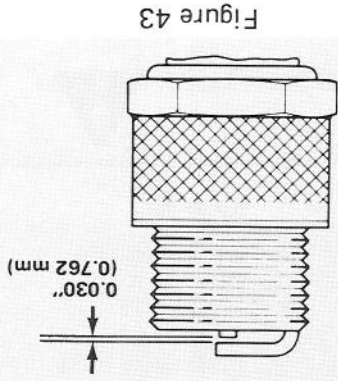

Figure 43
3. Réglez l'écartement des électrodes de la bougie neuve à 0,030 pouce (0,762 mm) (Fig. 43). Posez ensuite la bougie dans la culasse en la serrant à un couple de 15 lb/pi (20,4 N·m). Si vous ne disposez pas d'une clé dynamométrique, serrez fermement la bougie.